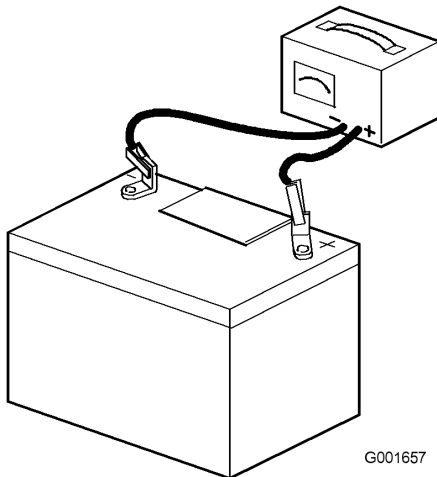

Figure 37
2. Quand la batterie est chargée au maximum, débranchez le chargeur de la prise, puis débranchez les fils du chargeur des bornes de la batterie (Figure 37).